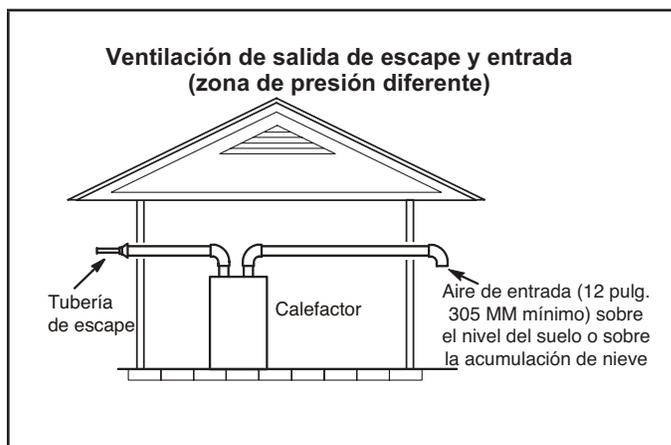
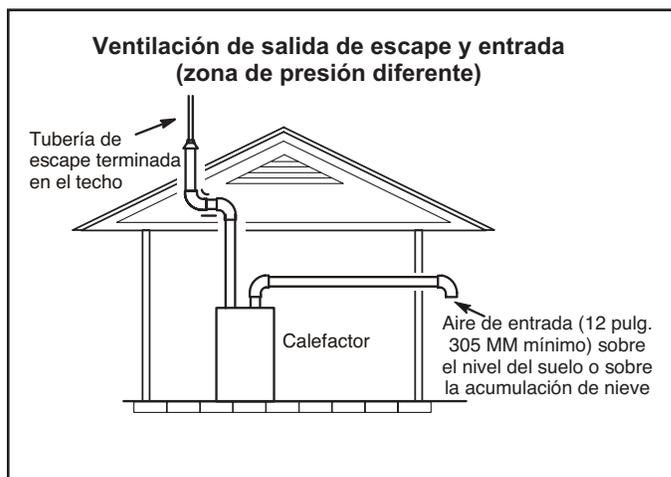

FIGURA 31
FIGURA 32
- 1 - Las terminaciones de ventilación no tienen que estar en la misma zona de presión. Usted puede sacar la entrada en un lado de la estructura y el escape en el otro lado (FIGURA 31). Usted puede sacar el escape por el techo y la entrada por el costado de la estructura (FIGURA 32).